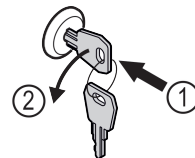

Fig. 201
- ▶ Пъхнете ключа. Fig. 201 (1)
- ▶ Завъртете го на 90° обратно на часовниковата стрелка. Fig. 201 (2)